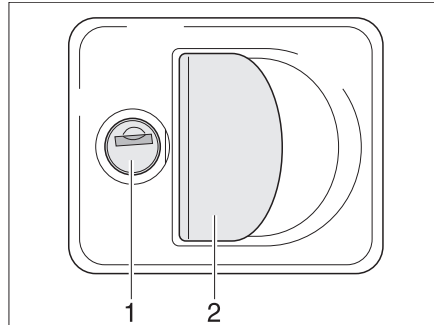

Bild 26 Klappenschloss mit Griffschale
- Schlüssel in Schließzylinder (Bild 26,1) stecken und eine viertel Umdrehung drehen. Das Klappenschloss ist entriegelt.
- Am Schlossgriff (Bild 26,2) ziehen. Die Außenklappe ist geöffnet.